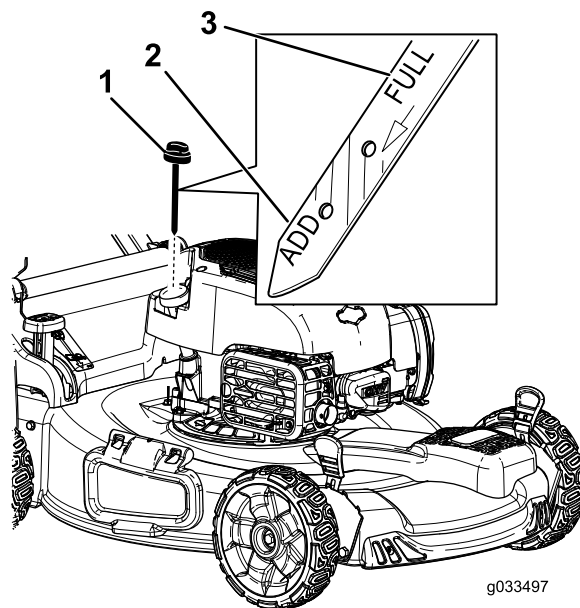

Рисунок 32
6. Извлеките щуп из маслозаливной горловины (Рисунок 32).